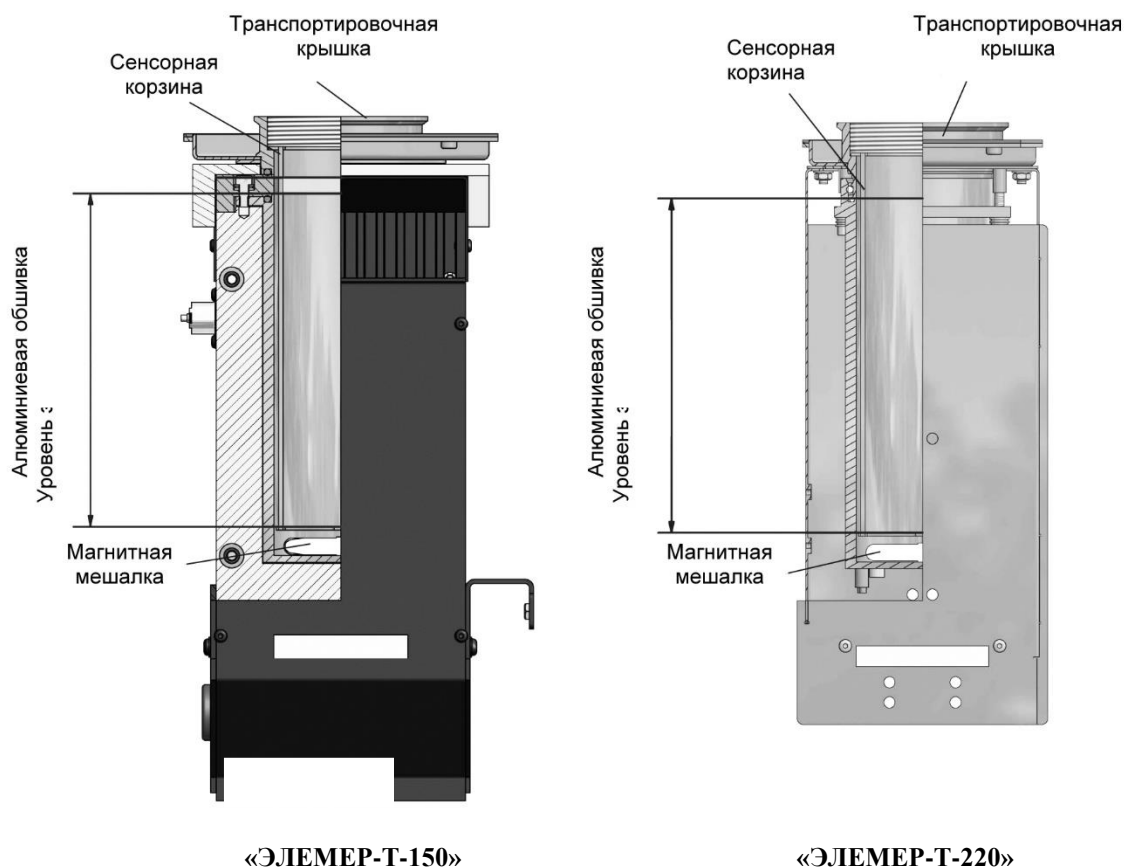

Рисунок 3.3 – Устройство ванны
- Налейте теплоноситель в ванны. Уровень заполнения ванны: до верхнего края алюминиевой обшивки (см. рисунок 3.3). Макс. количество теплоносителя: 0,5 литра.